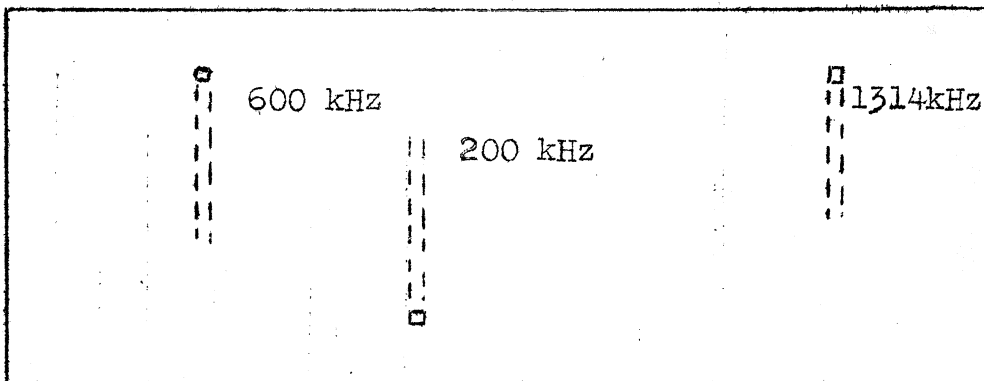

Bild 2 Skala AEG 216 GW
- 4.) Abgleich: Verfahren wie beim AEG 2 M16 W (I, Abs.3). C-Quetsche (Pos.17) liegt an der entsprechenden Stelle zwischen Endröhre CL 4 und Sperrkreis (unterhalb Spulensatz). Einstellung des Skalenzeigers bei 1314 kHz gemäß Bild 2).
L-Abgleich nicht vorhanden, Zeigerstellung bei 600 und 200 kHz siehe ebenfalls Bild 2.